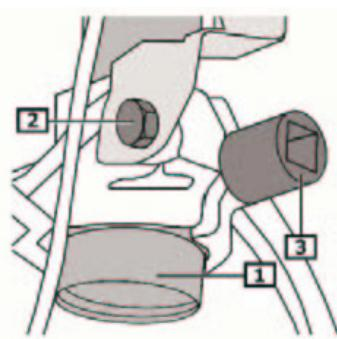

Fig. 6:
- **Fig. 6** Schraube(n) - Federbein unten entfernen. (2)
- Federbein vom Achsschenkel trennen. (1)
- **Fig. 6** Remove lower suspension strut screw(s). (2)
- Disconnect suspension strut from steering knuckle. (1)
- **Fig. 6** Enlever la/les vis - jambe de force en bas. (2)
- Séparer la jambe de force de la fusée d'essieu. (1)
- **Fig. 6** Retirar tornillo(s) - pata telescópica abajo. (2)
- Separar la pata telescópica de la mangueña. (1)